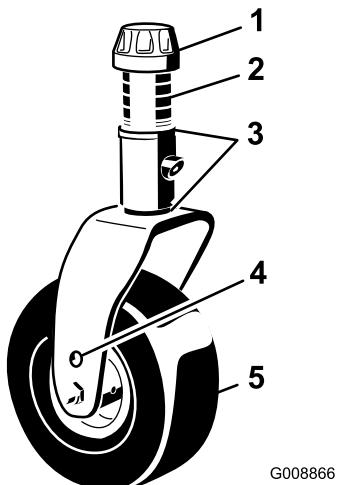

Figure 96
- Enlevez le chapeau de tension de l'axe de pivot et sortez l'axe du bras pivotant (Figure 96). Repositionnez les cales pour éléver ou abaisser la roue pivotante, selon les besoins, et obtenir la bonne inclinaison.